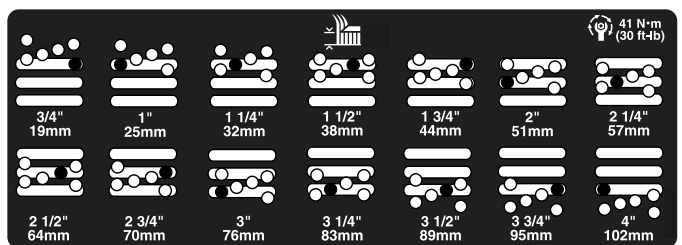

Figura 7
5. Mova a câmara para a altura de corte desejada e instale o espaçador no orifício e ranhura da altura de corte designada (Figura 7).